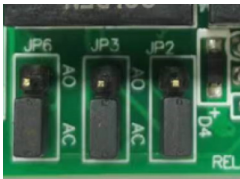

Figure 6 - Cavalier en configuration ACTIF à FERMETURE
Pour une configuration du contact sec en mode ACTIF à FERMETURE (AC), le cavalier doit shunter les broches 1 et 2 comme illustré sur la figure 6.